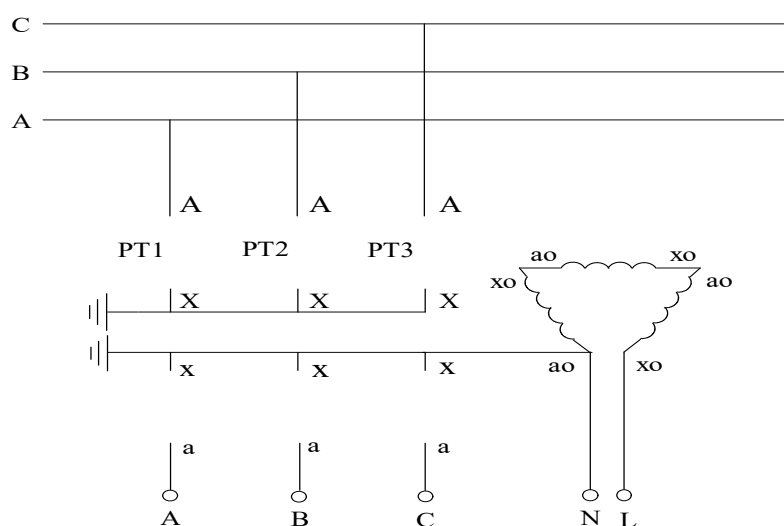
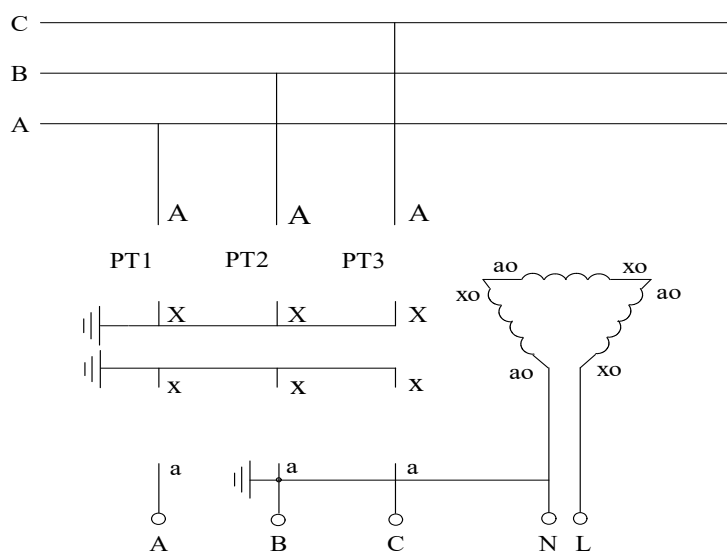
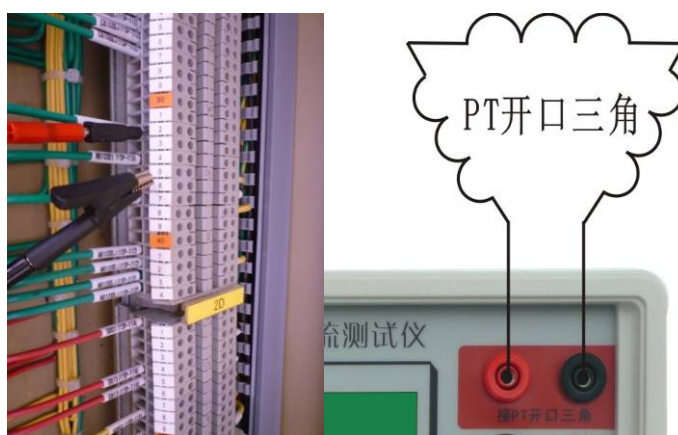

图 4 N 接地方式
图 5 B相接地方式
图 12 测量接线图
这种接线方式分“N 接地”、“B 相接地”两种，分别如图 4 和图 5 所示。对于这两种方式，均从 N-L 两端注入测试信号。根据所用 PT 的不同，组成开口三角的二次绕组
图 4、图 5 所示的系统运行方式是从开口三角测量系统容流时所必须的运行方式，而对于一般的配网系统，并不都是处于这样的运行方式下，例如在系统中还接在消弧线圈、PT 高压侧中性点接有高阻消谐器、PT 开口三角接有二次消谐装置等。这时，为了使用 YTC750 型全自动电容电流测试仪进行容性电流的测量，必须将运行方式转换为图 4 或图 5 所示的运行方式。
6 确保将“电容电流测试仪”的电流输出端正确接到图 4 的开口三角 N-L 上。一般在二次的端子编号为 N600 和 L630。为了确保连接正确，可以按下列方法进行检查：
2、按图 12 接线，将测试仪的电流输出端与 PT 开口三角端连接，对于 4PT 接线方式的系统，则将仪器的电流输出端与图 4 或图 5 中所示的 N-L 端相连即可。